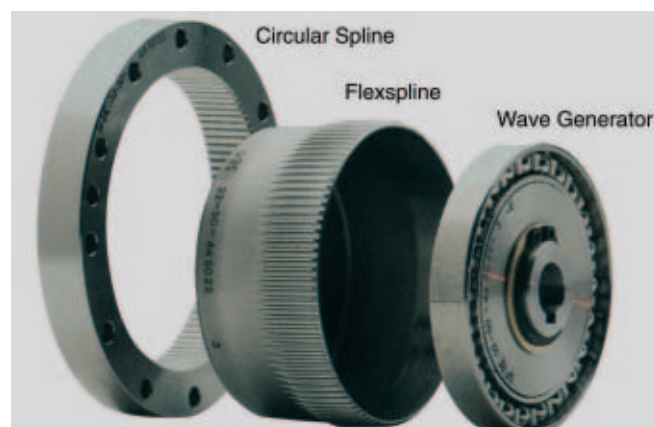

Bild 1. Harmonic-Drive-Getriebe bestehen im Wesentlichen aus drei Komponenten
Das Harmonic-Drive-Getriebe ist einmalig in der Übertragung von hohen Drehmomenten über ein flexibles Bauteil. Es besteht lediglich aus drei konzentrischen Komponenten (Bild 1): dem Circular Spline (CS), einem starren zylindrischen Ring mit Innenverzahnung; dem Flexspline (FS), einer zylindrischen Stahlbüchse mit Außenverzahnung; dem Wave Generator (WG), einer elliptischen Stahlscheibe mit zentrischer Nabe und aufgezogenem, elliptisch verformbarem Dünnringkugellager.